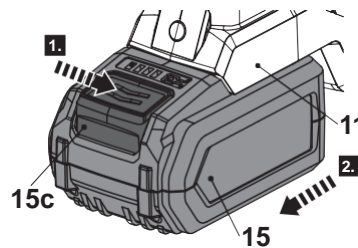

Fig. 6
2. Para retirar o conjunto de baterias (15), pressione o botão de desbloqueio (15c) (Fig. 6, passo 1) e deslize o conjunto de baterias (15) para fora do suporte do conjunto de bateria (11) (Fig. 6, passo 2).